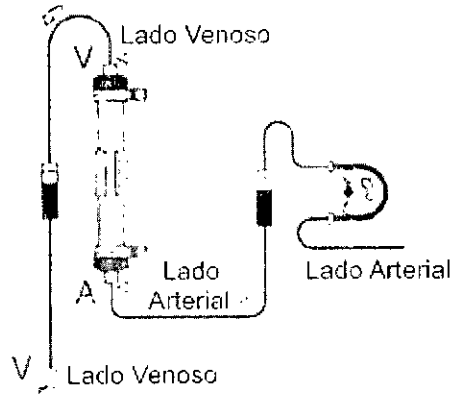

Figura 22: Conexión de las líneas de sangre al dializador.
- Conectar las líneas arterial y venosa al dializador, luego eliminar completamente el aire haciendo circular la solución salina (volumen recomendado: más de 1,000ml.) a un flujo aproximadamente de 100 ml/min (ver figura 22). Para su referencia, puesto que una pérdida de solución salina se puede producir a partir del lado del dializador (material que pasa a través de la membrana), aplicar el tapón del orificio de salida de sangre al orificio de salida del dializado según las necesidades.